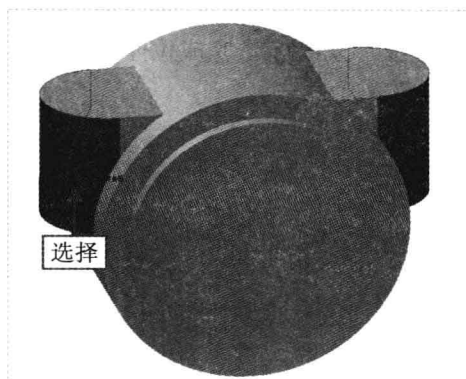

图 18-68 选择拔模曲面 1
Step 07 在“功能区”选项板的“模型”选项卡中，单击“工程”面板中的“拔模”按钮，弹出“拔模”选项卡，按住【Ctrl】键的同时，在绘图区选择合适的曲面作为拔模曲面，如图 18-68 所示。